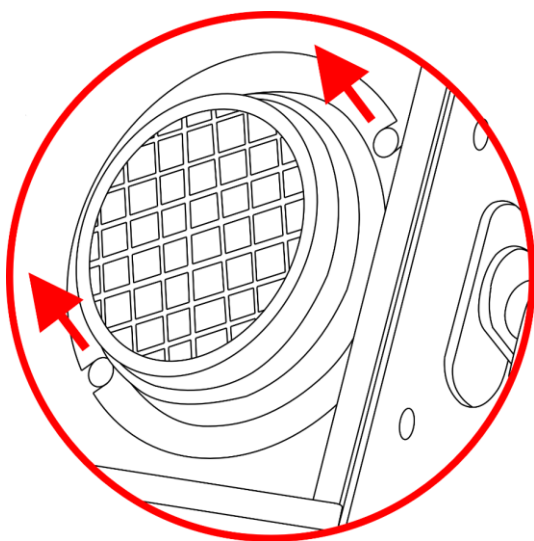

Abb. 03
- 01) Lösen Sie die beiden Schrauben an der Vorderseite des Lampengehäuses (Abb. 03).